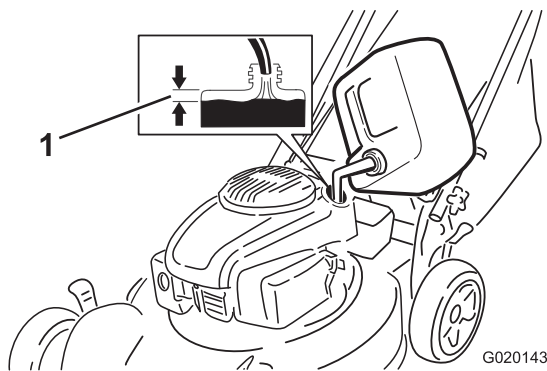

Figure 7
1. Nettoyez la surface autour du bouchon du réservoir de carburant et enlevez le bouchon (Figure 7).